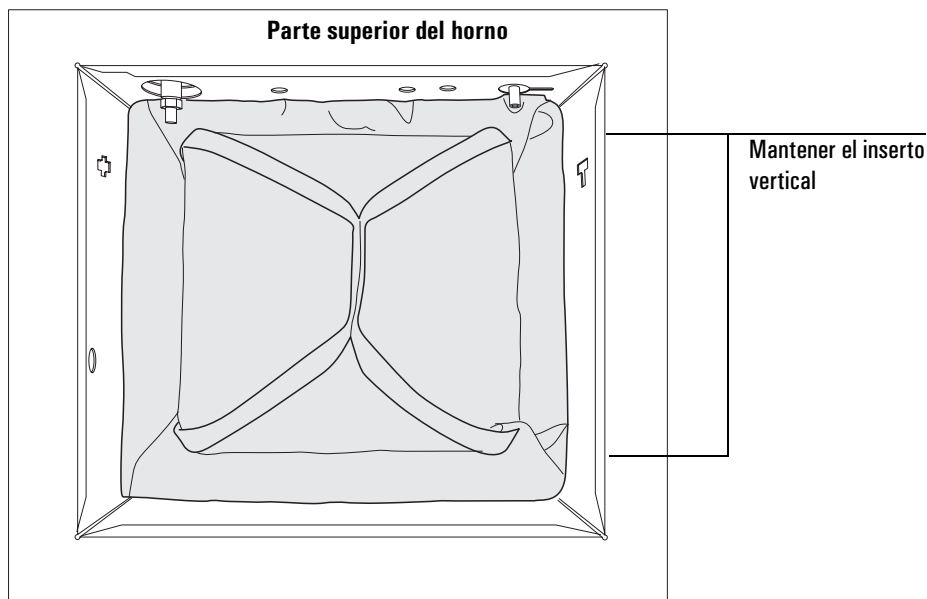

Figura 18 Inserto del horno instalado en el horno
- Empujar el fondo del inserto en su sitio como muestra la Figura 18. Mantener el inserto derecho como se muestra.